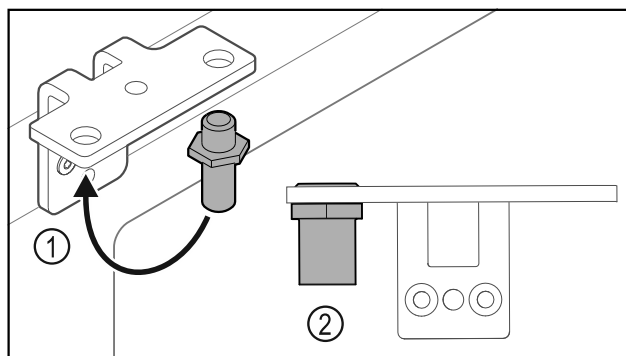

Fig. 37
- ▶ Sworznie Fig. 37 (1) przetożyć do zawiasu.
- ▶ Sworznie Fig. 37 (2) dokręcić z **momentem obrotowym 12 Nm**.